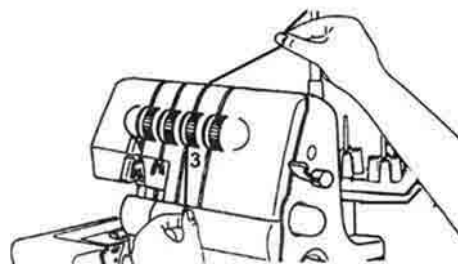

Rys.16
3. Nawleczyć nitkę na prowadnicę, ciągnąc nitkę w dół, aż wślizgnie się pod prowadnicę (2) (rys. 16).